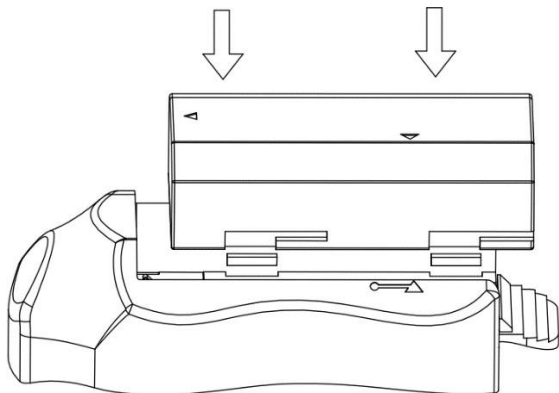

ABBILDUNG 1 (oben). Einlegen des Akkus
Legen Sie zum Betrieb einen vollständig geladenen Akku ins Batteriefach auf der linken Seite der Kopfleuchte ein. Hierfür richten Sie die Akkuschiene im Fach mit den Schlitz an den Seiten des Akkus aus. Schieben Sie den Akku im Gehäuse vor, bis die Verriegelung in den Kontakten einrastet. Genaueres siehe Abb. 1, 2 und 3. Um den Akku aus dem Batteriefach zu nehmen, drücken Sie die Verriegelung ein und ziehen den Akku heraus. Wenn Sie auf die Verriegelung drücken, schieben Sie den Akku heraus und ziehen ihn gerade ab.
- Schieben Sie den Akku in einen Ladeschacht. Stellen Sie sicher, dass der Pfeil am Akku auf die Kontakte am Ladegerät zeigt. Das Einlegen des Akkus in das Ladegerät geht so ähnlich vor sich wie das Einlegen des Akkus in die Kopfleuchte. Siehe Abb. 1.